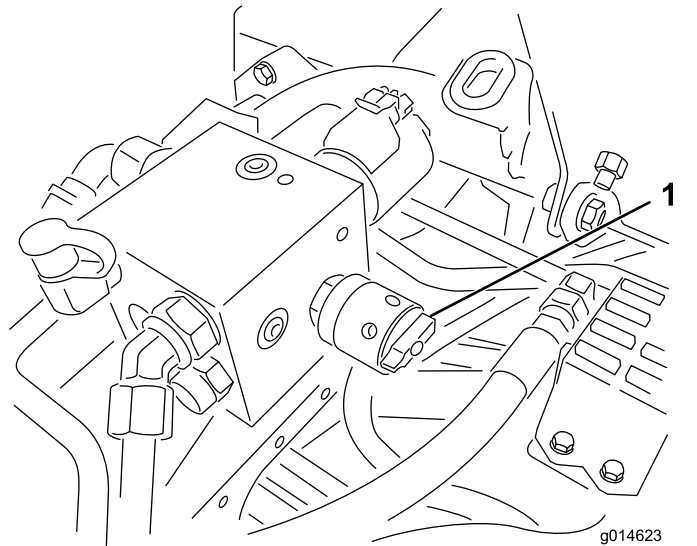

图38
4. 要设置滚刀的速度、请旋转旋钮图38直至指示器箭头与表示所需设置的数字对齐为止。